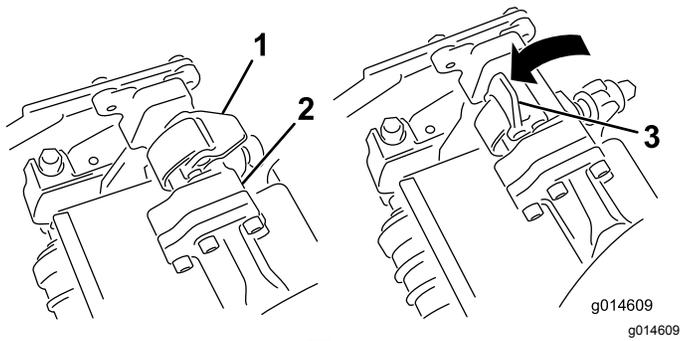
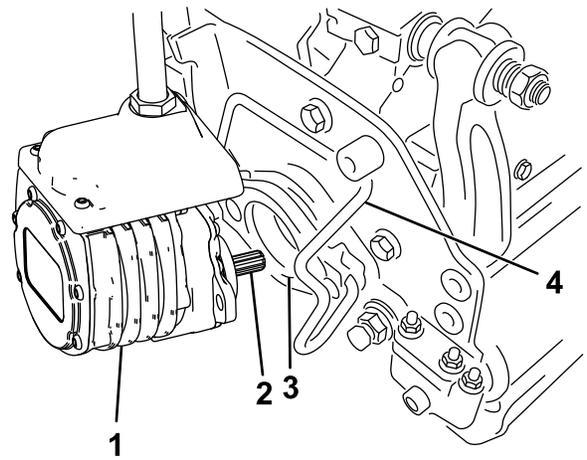

图49
图50
4. 当悬挂臂杆上的门锁指向上方即打开时图49向下压悬挂臂使悬挂臂杆与滚刀组上方的支架相契合图50。
5. 向下并绕着滚刀组横杆关闭门锁将它们锁定到位图49。
5. 打开您正在拆下的滚刀组悬挂臂上的门锁图49。